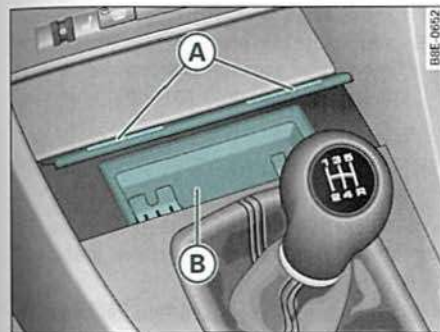

Fig. 113 Consola central: Cenicero abierto
- Presione brevemente sobre la moldura frontal del cenicero (A) ⇒ fig. 113.
- Agarre la carcasa del cenicero (B) ⇒ fig. 113 por sus concavidades laterales y extraígalas hacia arriba.